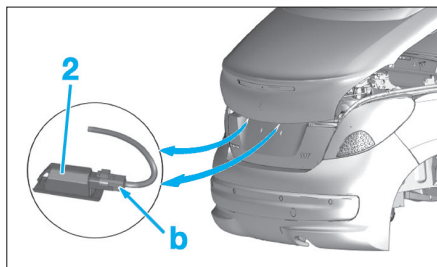

Fig. 137
- Déposer les vis (1).
- Déclipper et dégager les éclairés de plaque de police (2) (Fig.137).